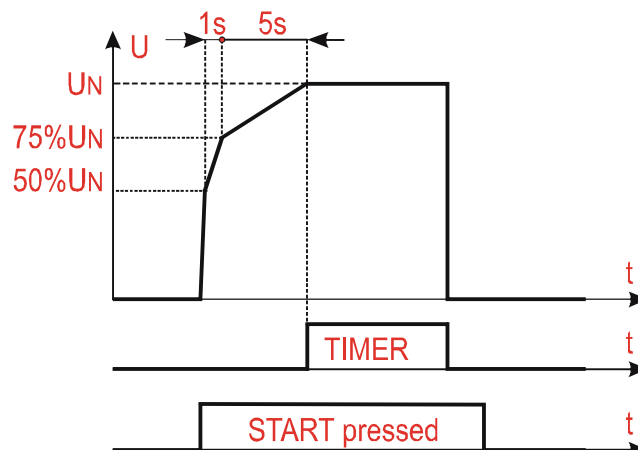

Fig. 38: Test de Rigidite dielectrique en mode Rampe 50%
- Mode **Rampe 50% (double rampe)** → lorsque la touche **START/STOP** est enfoncée, la tension de test augmente jusqu'à 50% de la tension nominale, puis il faut 1s pour atteindre 75% de la valeur nominale, puis 5 autres valeurs sont nécessaires pour atteindre la valeur nominale. Il est ensuite maintenu pendant une durée définie par un temporisateur programmable (voir Fig. 38)